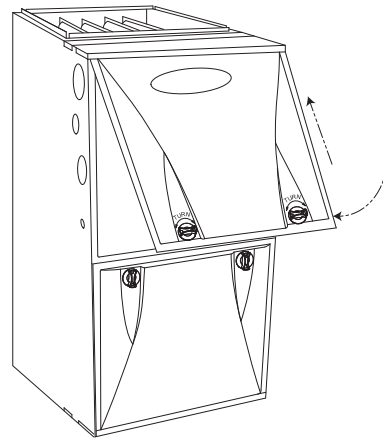

Fig. 13 - Panneau de service de la chaudière remis en place (configuration à tirage vers le haut)
7. Remettre en place le panneau de service de la chaudière. Voir Fig. 13.
- Remettre en place le panneau de service de la chaudière. Voir Fig. 13.